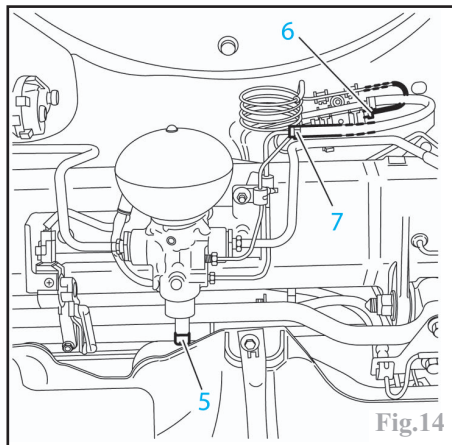

Fig.14
Débrancher le connecteur (5) (Fig.14).